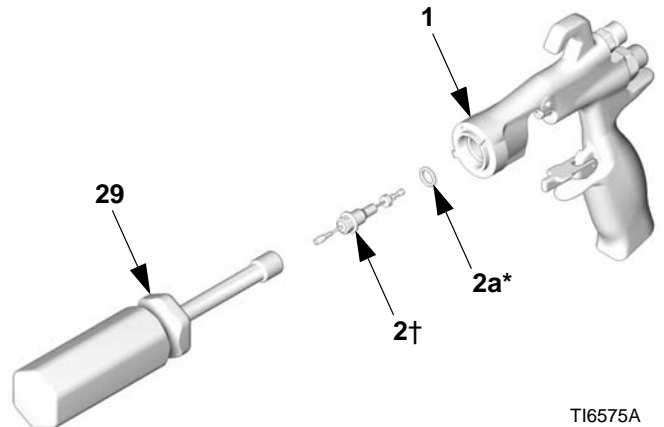
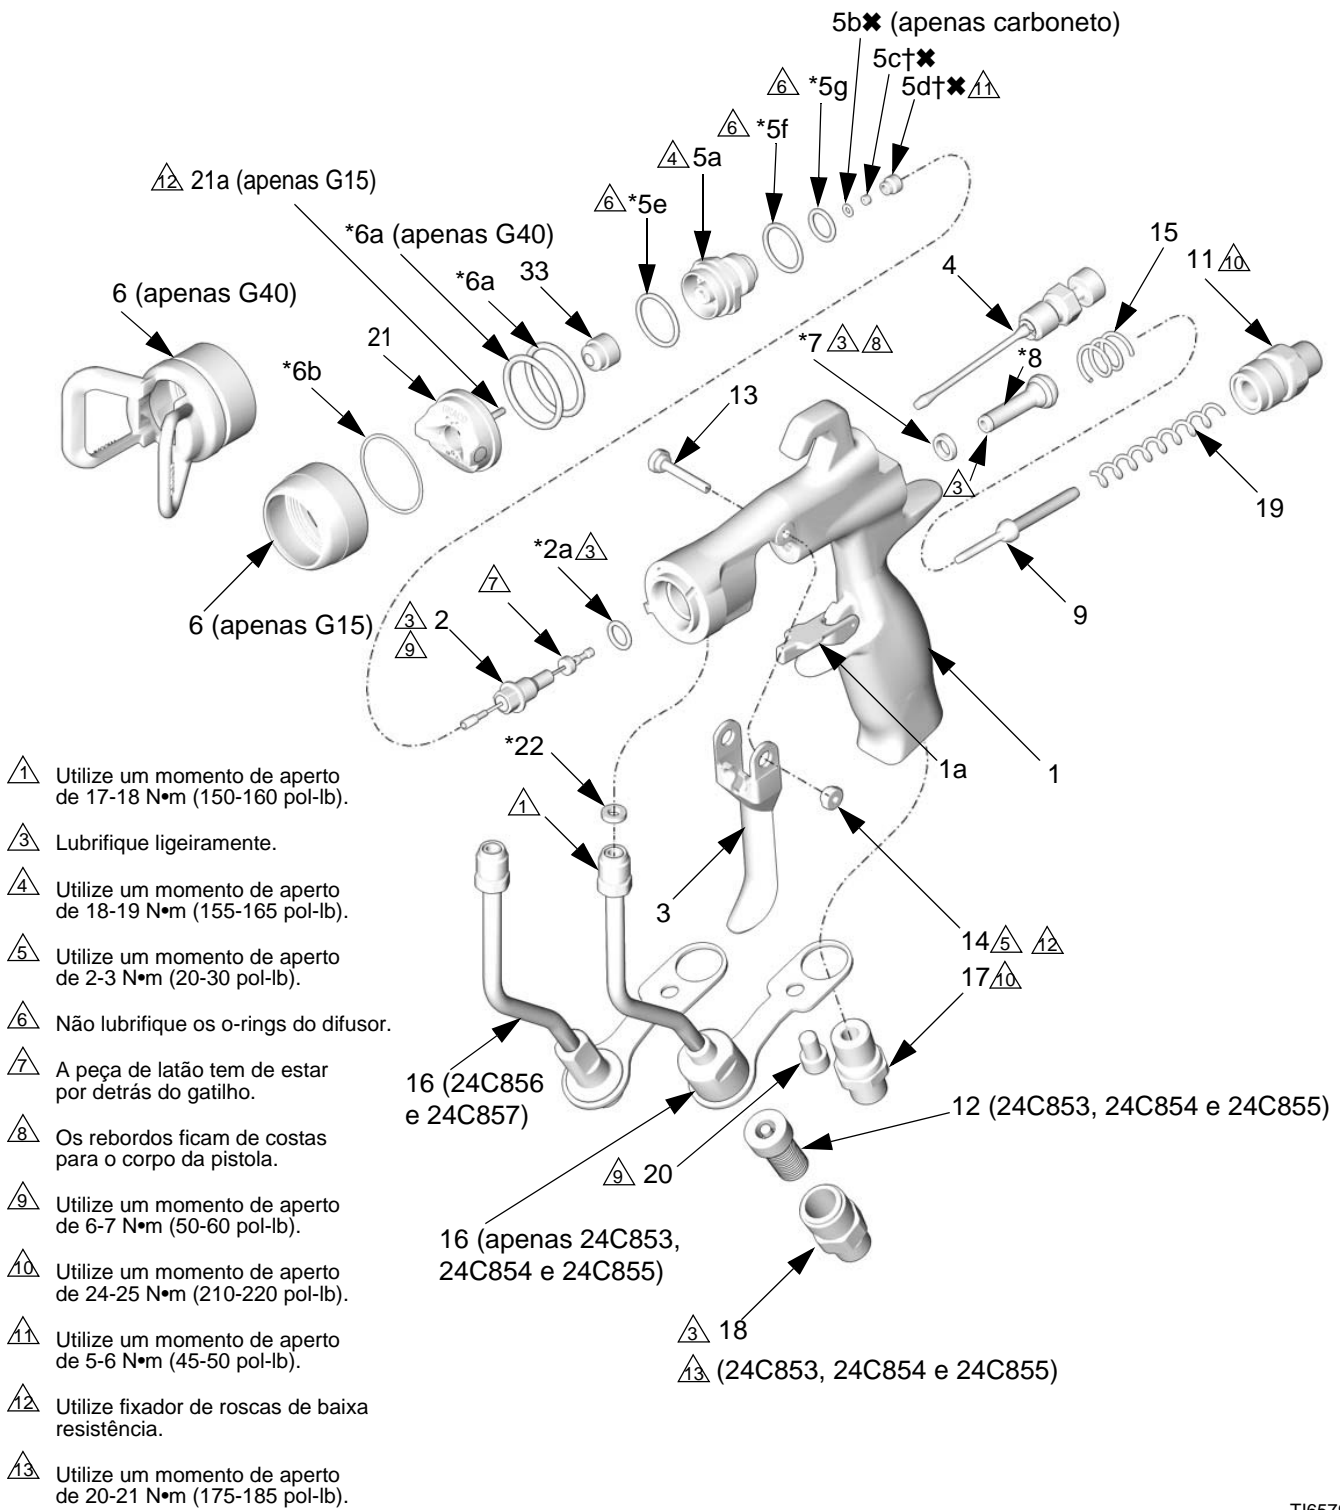

FIG. 42
FIG. 43
1. Instale a junta do tubo (22*) na pistola. Aperte manualmente o conector do tubo do produto (C) à entrada de produto da pistola. Aperte manualmente o acessório de entrada de ar (17) e o parafuso (20). Aperte o conector do tubo de produto utilizando um momento de aperto de 17-18 N•m (150-160 pol-lb). Aperte o acessório de entrada de ar utilizando um momento de aperto de 24-25 N•m (210-220 pol-lb). Aperte o parafuso do suporte do tubo de produto utilizando um momento de aperto de 6-7 N•m (50-60 pol-lb). Consulte FIG. 43.
2. Instale o filtro de produto em linha (12) na base do tubo de produto. Aparafuse o acessório de entrada de produto (18) na base do tubo. Utilize um momento de aperto de 20-21 N•m (175-185 pol-lb). Consulte FIG. 43.
4. Lubrifique a extremidade dianteira da válvula pneumática (8*). Com cuidado, faça deslizar a unidade da válvula pneumática para a parte posterior da pistola, passando pela arruela côncava (7*), até não avançar mais. Tenha cuidado para não danificar a arruela côncava. Consulte FIG. 43.
5. Insira cuidadosamente a extremidade mais fina do veio (9) na válvula pneumática (8*).
6. Instale as duas molas (15 e 19). Aparafuse a tampa das molas (11) na parte de trás do corpo da pistola. Utilize um momento de aperto de 24-25 N•m (210-220 pol-lb).
7. Lubrifique ligeiramente os o-rings do conjunto da agulha e o veio onde os empanques deslizam. Verifique se o o-ring (2a*) está instalado no corpo da pistola (1).
8. Insira a agulha do produto (2) na parte da frente da pistola. Utilize a chave de porcas (29) para apertar a unidade da agulha do produto no corpo da pistola (1) e aperte para 6-7 N•m (50-60 pol-lb). Consulte FIG. 42.
9. Instale o gatilho (3), o pino de articulação (13) e a porca (14). Utilize um fixador de roscas de baixa resistência e verifique se a peça de latão do conjunto da agulha de produto (2) está por detrás do gatilho. Consulte FIG. 43. Lubrifique ambos os lados do pino de articulação onde o gatilho entra em contacto com o pino e lubrifique as saliências em ambos os lados da pistola onde o gatilho entra em contacto com o corpo da pistola. Aperte a porca utilizando um momento de aperto de 2-3 N•m (20-30 pol-lb).
10. Acione a pistola para fazer recuar a agulha enquanto aperta o conjunto do difusor (5) ao corpo da pistola (1) utilizando a ferramenta da pistola (30). Utilize um momento de aperto de 18-19 N•m (155-165 pol-lb). Depois de devidamente apertada, a flange estabilizará na pistola.
11. Monte o anel retentor (6), o espalhador (21) e o bico de pintura (33).